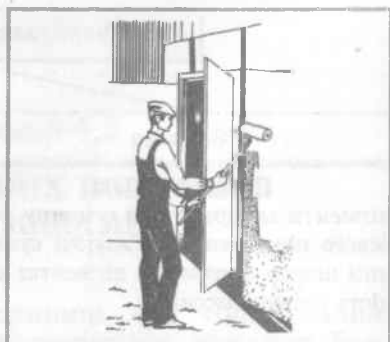

Рис. 27
- хутряний валик – фарбування великих рівних ділянок (рис. 27).